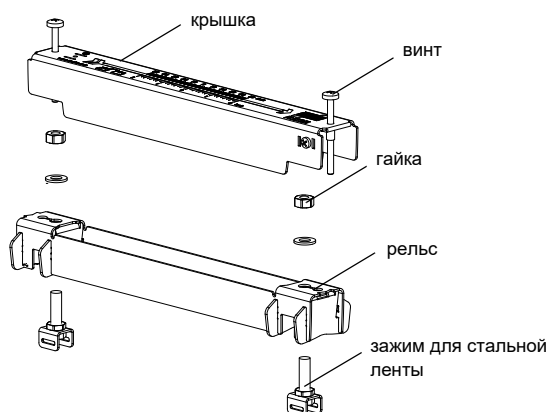

Рис. 8.5: Разборка крепления датчика Variofix L
- Разберите крепление датчика Variofix L (смотри Рис. 8.5).